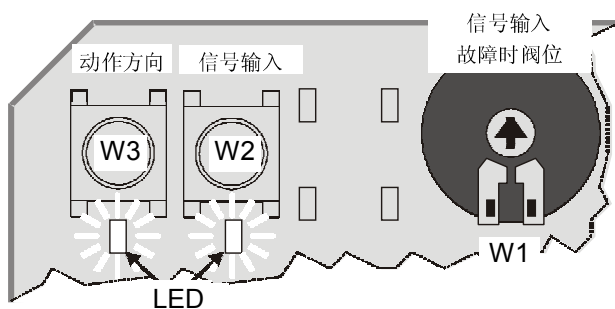

图1. 按钮和电位计
① 出厂设置。可以通过PCB上的按钮W3实现反向动作(见图1)。
将执行器和阀门组装好，给执行器供24Vac电。同时按住W2和W3>2秒(见图1)，两个指示灯开始闪烁，此时进入自适应过程。
模拟输入信号Y可通过位于PCB右侧按钮W2进行选择(见图1)。当对应LED灯亮时,输入型号为0...10 Vdc(出厂设置);当对应LED灯暗时,输入型号为2...10 Vdc。
使用电位计W1可选择当输入信号故障时,执行器的阀门连接件位置(见图1)。出厂设置为输入信号故障时,连接件将位于全行程的中间位置(50%)。
执行器的动作方向可通过位于PCB左侧按钮W3进行选择(见图1)。当对应LED灯亮时,输入0(2) Vdc控制信号则阀门连接件位于执行器最顶端(出厂设置);当对应LED灯暗时,输入0(2) Vdc控制信号则阀门连接件位于执行器最底端。